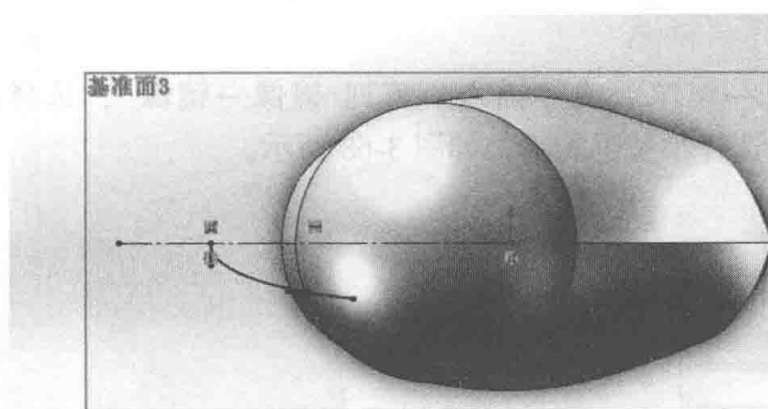

图 3-65 绘制草图 9
(4) 在新建的基准面 3 新建草图 9，绘制两点样条曲线（注意约束关系），如图 3-65 所示。